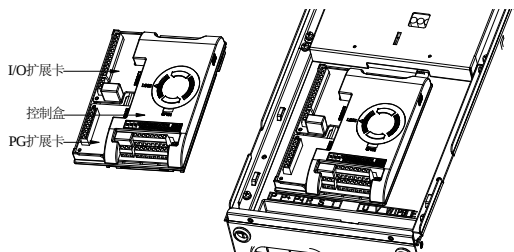

图 3-11 扩展卡的拆卸安装示意图
扩展卡的安装与拆卸参照图 3-11。
② 再向上（如图 3-11）将扩展卡从控制板的插座中拔出。